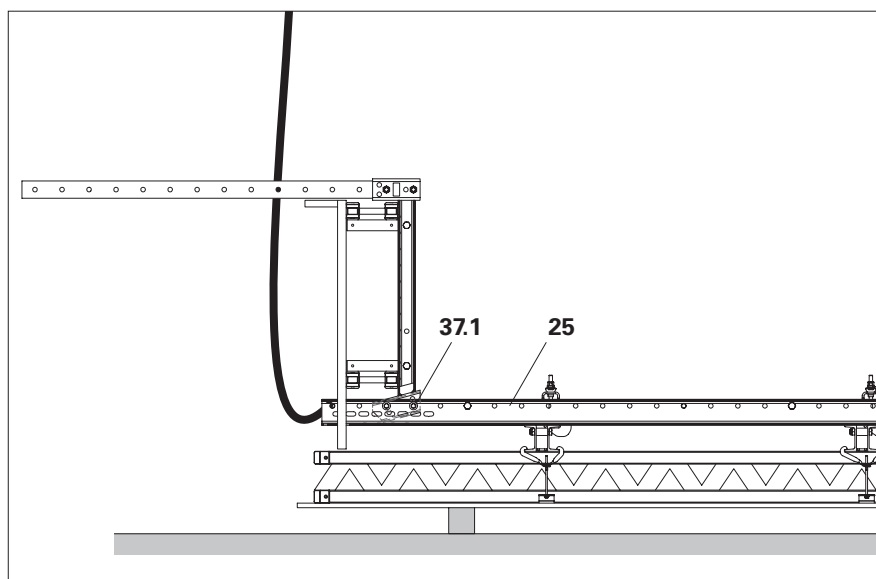

Fig. C1.11
7. Fissare la trave rinforzo alla gru e ruotare la cassaforma. (Fig. C1.11)